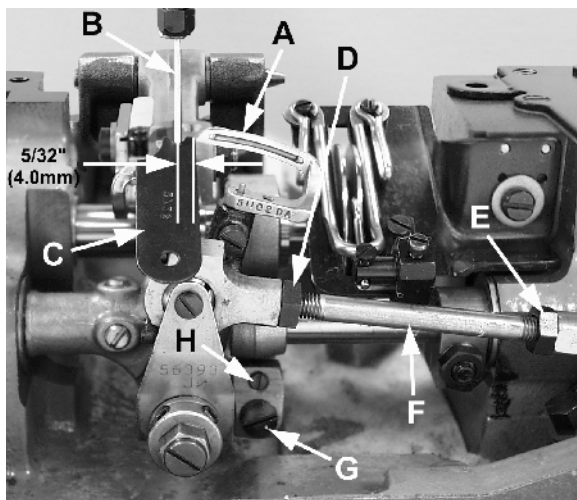
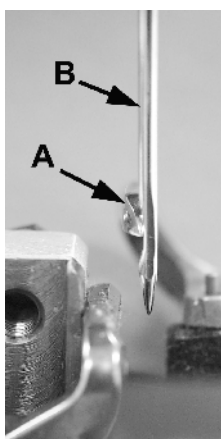

Fig 6
Fig 7
Inserte una aguja nueva del tipo y tamaño ya especificado. La medida del looper es 5/32 de pulgada (4,0 mm), que es la distancia desde la punta del looper (A, Fig. 6) hasta el centro de la aguja (B) cuando el looper se encuentre en su posición de extrema derecha de su recorrido. El calibrador del looper No. 21225-5/32 está disponible para determinar esta medida. Este ajuste se logra aflojando la tuerca (D), (tiene una rosca a la izquierda) y tuerca (E): gire la barra de conexión (F) adecuadamente para conseguir la distancia requerida. Mantenga la barra en su posición y apriete la tuerca (E) y después la tuerca (D).
Cuando se gire el volante en dirección de operación y el looper (A, Fig. 7) se mueva hacia la izquierda, la punta del looper debería ser ajustada para que toque y no choque contra la parte trasera de la aguja (B). El ajuste se puede efectuar soltando el tornillo (G, Fig. 6) y girando el tornillo tope (H) en sentido de reloj para mover el looper hacia atrás y contra el reloj para moverlo hacia delante. Se recomienda mantener el looper hacia adelante mientras se ejecuta ese ajuste. Apriete el tornillo (G) después del ajuste otra vez y revise el movimiento del looper.